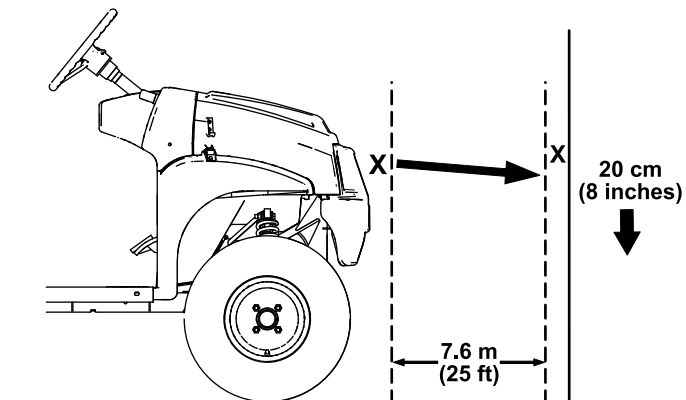

Figura 52
- Aparque la máquina en una superficie nivelada con los faros a unos 7,6 m de una pared (Figura 52).
La parte más brillante del haz del faro debe estar a 20 cm por debajo de la señal hecha en la pared (Figura 52).